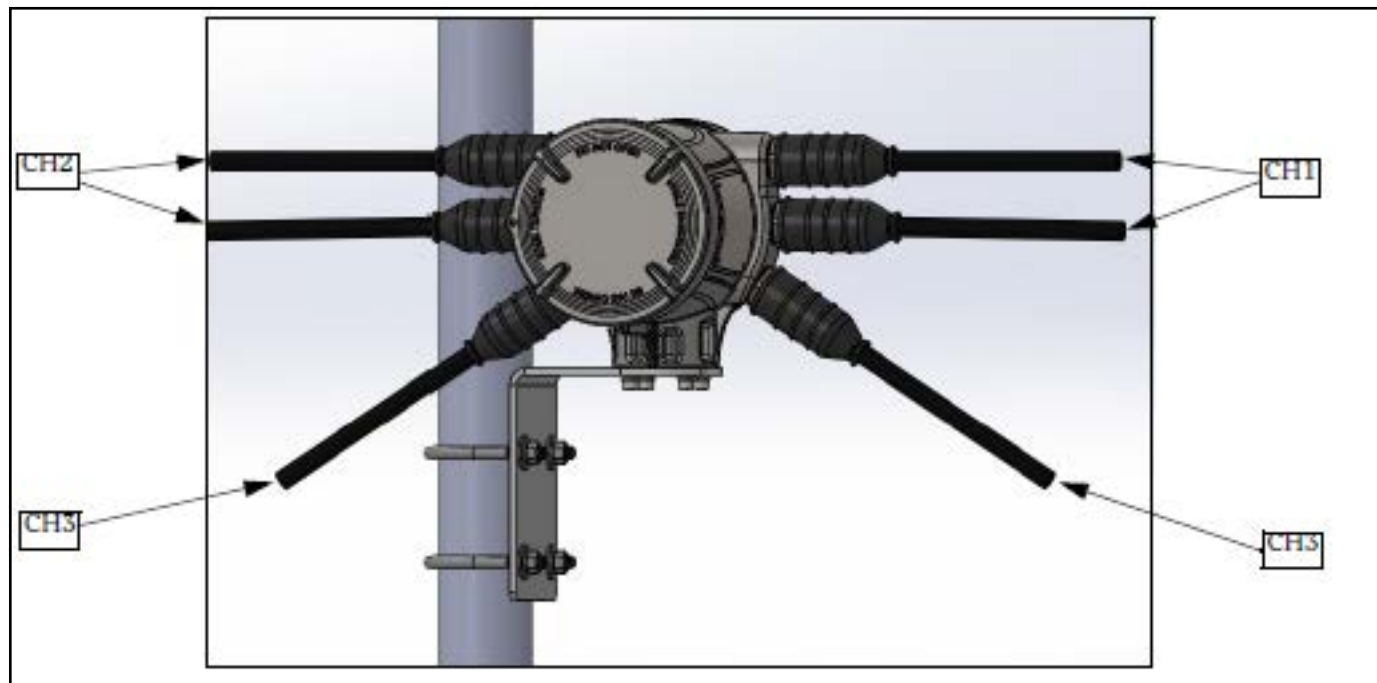

Figure 30 : XMT1000, boîtier de jonction 3 voies
2. Passez une extrémité des câbles de transducteur dans le boîtier de jonction 3 voies, comme indiqué dans la *Figure 30*. (l'orientation des câbles dans la *Figure 30* est uniquement donnée à titre indicatif. Les câbles de transducteur peuvent être orientés de n'importe quelle manière).